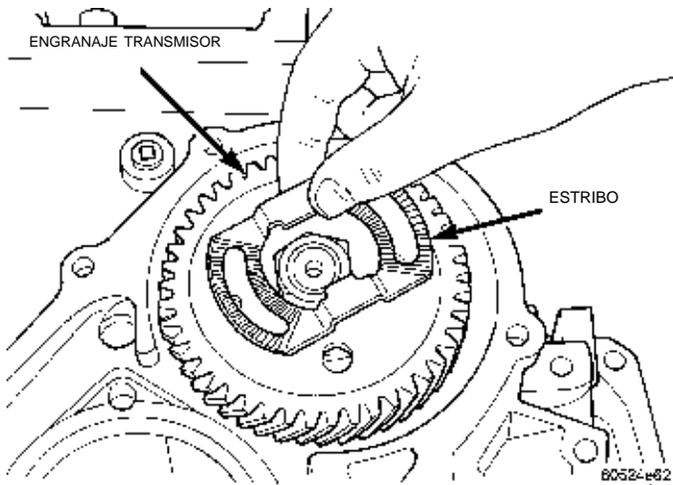

**Fig. 154 Extracción de los pernos de la brida**
- (2) Retire los pernos que fijan la brida de retención al estribo (Fig. 154).